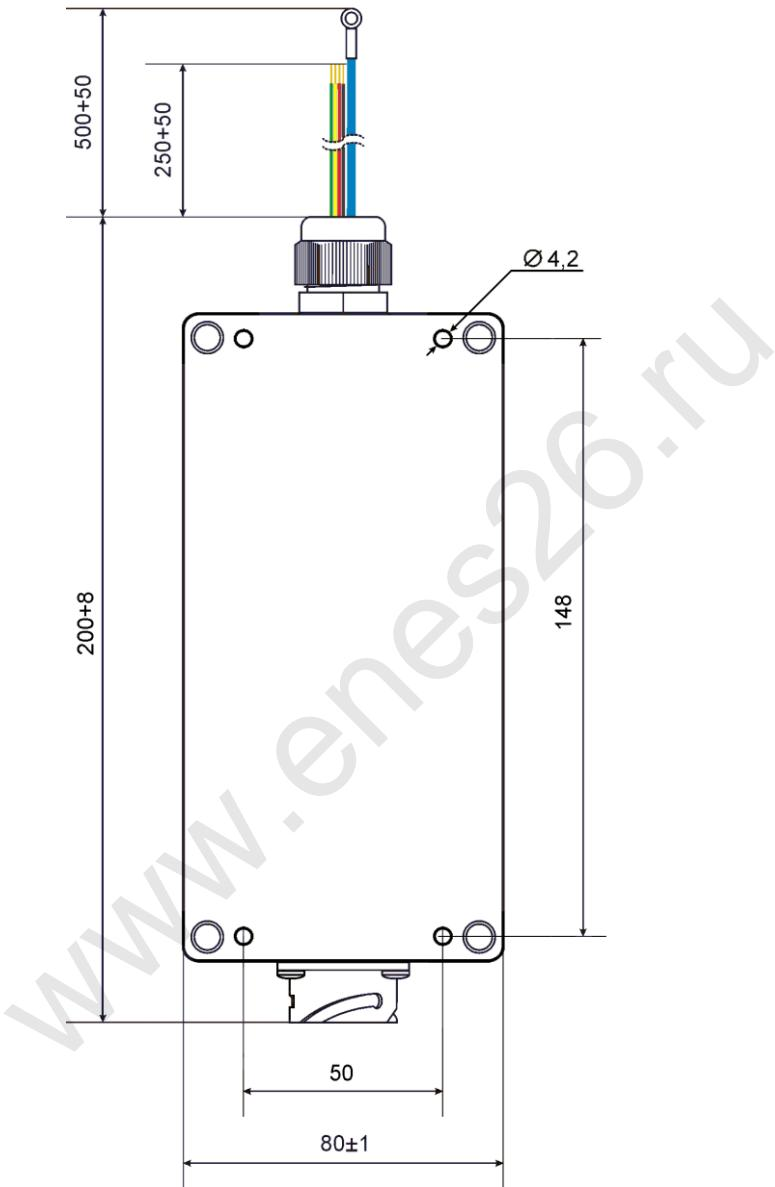

Рис. 3
7.4 Допускается крепить Трансмиттер на панель, при этом необходимо снять крышку корпуса и четырьмя винтами М4 через отверстия диаметром 4,2 мм рис.3 закрепить Трансмиттер на панели.